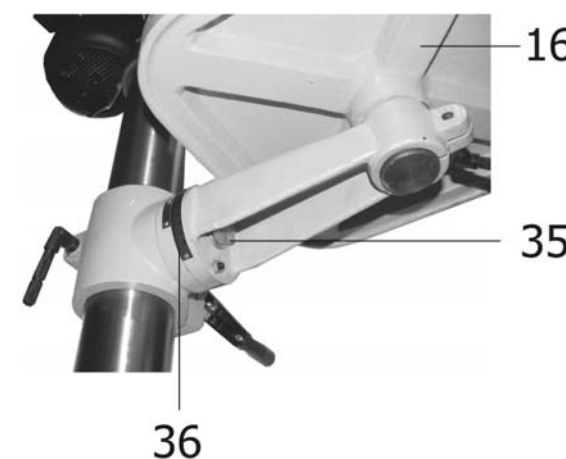

Рис.10
10.9. Для установки угла поворота плоскости рабочего стола (16) относительно шпинделя необходимо ослабить крепление болта (35) и, ориентируясь по шкале (36), изменять угол наклона рабочего стола (16), Рис.10. Затем зафиксировать полученное положение, затянув болт (35), Рис.10.